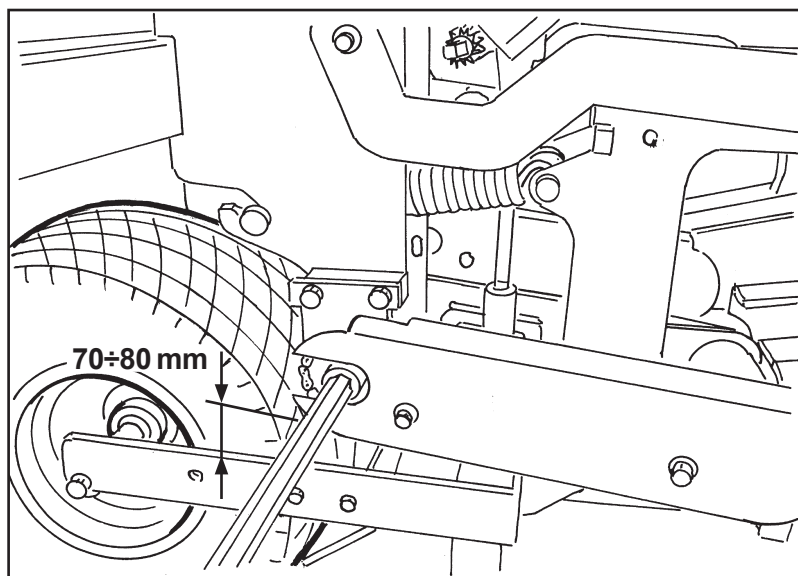

Fig. 1
En fonction de la profondeur de la chaussée, régler à l'aide de la manivelle **(B)** les roues de traction **(C)** jusqu'à ce que l'élément de repiquage soit parallèle au terrain. Dans la version à parallélogramme, régler en revanche les roues de traction afin de permettre l'oscillation en haut et en bas de l'élément **(environ 70÷80 mm)** (Fig. 1).
Según la profundidad del carril, regule mediante la manivela **(B)** las ruedas de arrastre **(C)** hasta que el elemento de trasplante se encuentre paralelo al terreno. En cambio, en la versión en paralelogramo, regule las ruedas de arrastre para permitir la oscilación hacia arriba y hacia abajo del elemento **(unos 70÷80 mm)** (Fig. 1).
- Aprire il carter (A).
- Facendo riferimento all'etichetta adesiva di (Fig. 1), scegliere gli ingranaggi adatti alla distanza desiderata, togliere la catena, allentare le viti (B) con una chiave da 13" e sfilare le corone dal perno. Controllare il numero denti delle corone adatte ad ottenere la distanza desiderata e montare nel senso indicato (Fig. 1).
- Nelle serie con elementi esterni alle ruote, questa operazione si compie solo per l'albero inferiore motrice (C), mentre per l'albero (D) si deve sbloccare il pignone del primo elemento, adiacente il carter verso l'esterno della macchina con una chiave a brugola per consentire di sfilare il manicotto dell'albero e sostituire il rapporto.